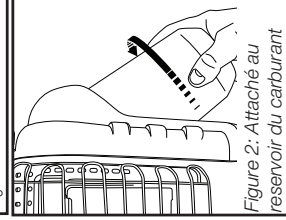

Figure 2: Attaché au réservoir du carburant
• Pour utiliser avec du propane : Le régulateur pivotant vers l'extérieur pour l'installation du réservoir facile. Visser la cartouche d'alimentation de (1 livre= 465g) du gaz Propane jetable (G31) dans le sens horaire (à partir du bas) dans le réchauffeur portatif jusqu'à ce qu'il soit serré; voir Figure 2. N'utilisez un produit d'étanchéité sur cette connexion.